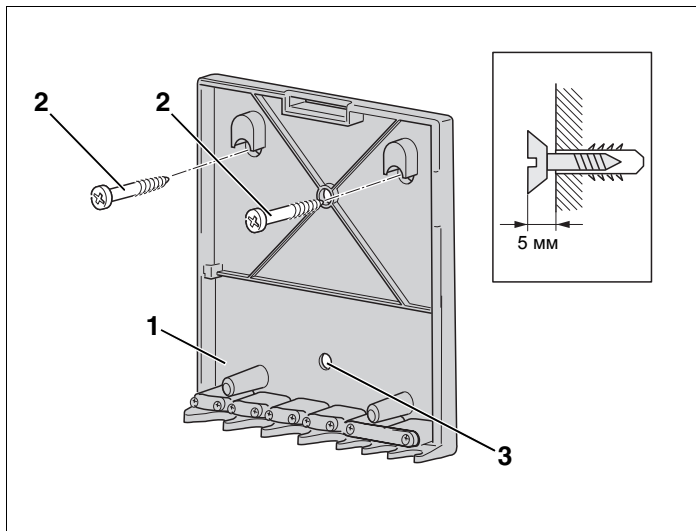

Рис. 9 Установка настенного кронштейна
- Наметить расположение отверстий для настенного кронштейна (рис. 9, **поз. 1**).
- Просверлить отверстия согласно их расположению на кронштейне (рис. 9, **поз. 1**) (Ø 6 мм).
- Вставить дюбели в отверстия и закрутить входящие в поставку винты (рис. 9, **поз. 2**) до их выступа 5 мм.
- Установить настенный кронштейн (рис. 9, поз. 1) и затянуть винты. Если требуется, то зафиксируйте кронштейн (рис. 9, поз. 1) винтом в дополнительном отверстии (рис. 9, поз. 3).